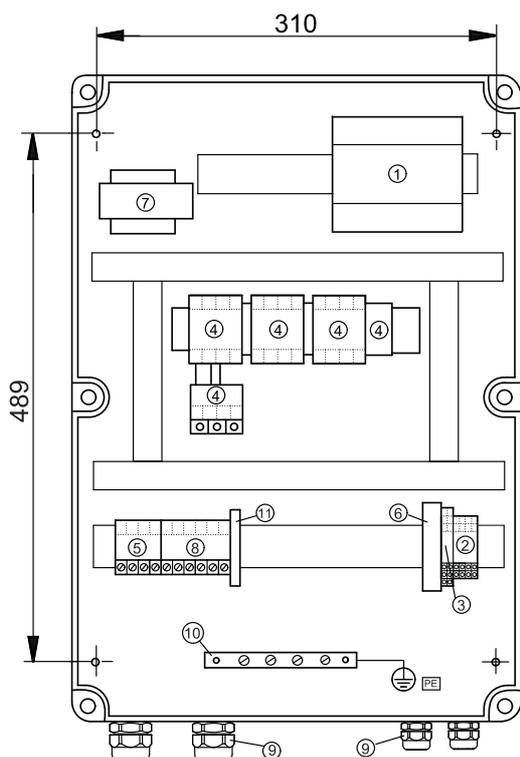

Abb. 3
- mit Schrauben durch die vier Montagelöcher in der Rückwand des Gehäuses befestigen, siehe Abb. 3. Die Montagelöcher müssen mit einem 4 mm Bohrer angebohrt werden. Schrauben einsetzen und fest anziehen. Die mitgelieferten Kunststoffkappen auf die Schrauben montieren (IP65).
Abb. 3 zeigt den *inneren* Aufbau des LC 108 für Stern-Dreieck-Anlauf.